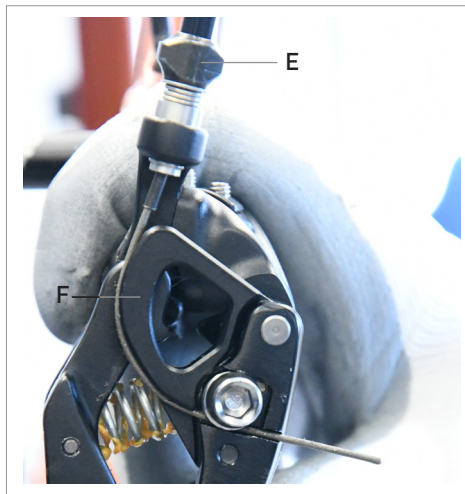
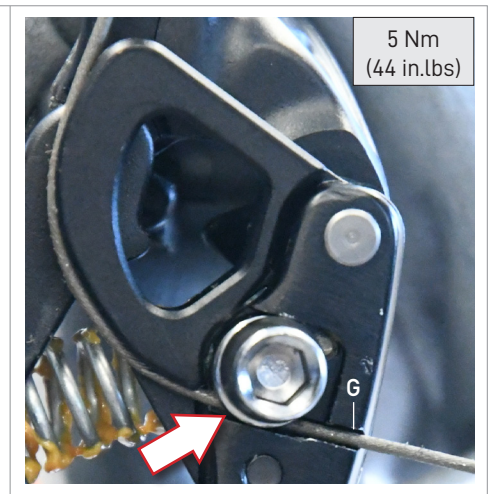

Abb.14
Abb.15
- Führen Sie den Zug durch den Zugspannungsregler (E - Abb. 14), dann durch den dafür vorgesehenen Nocken (F - Abb. 14) und schließlich durch die Vertiefung (G - Abb. 15) des Schaltwerks.